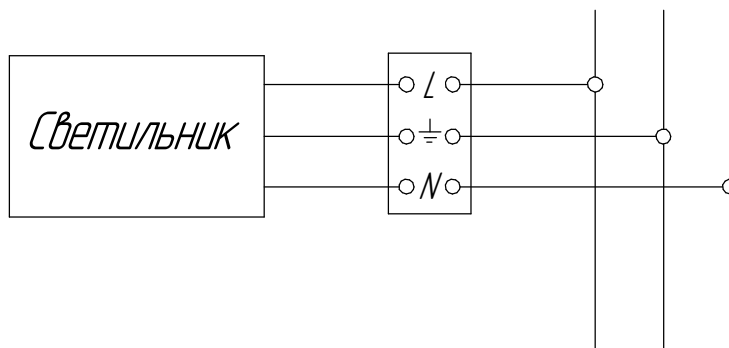
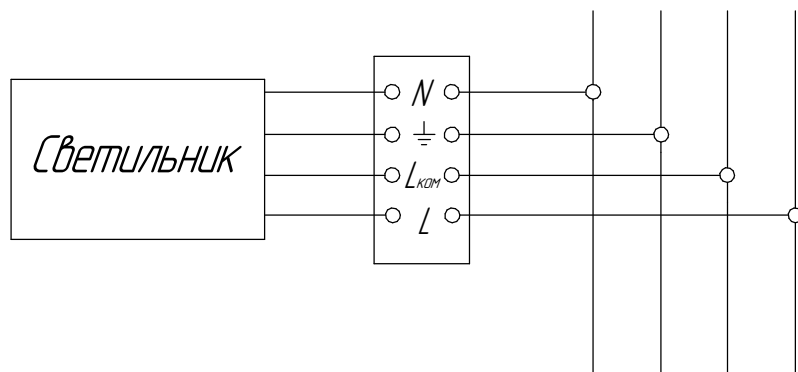

Рисунок 2.Схема подключения светильника к сети
Рисунок 3.Схема подключения светильника с БАП к сети
6.5 Подключите светильник к питающей сети согласно рис. 2 (рис.3 для светильника с БАП).